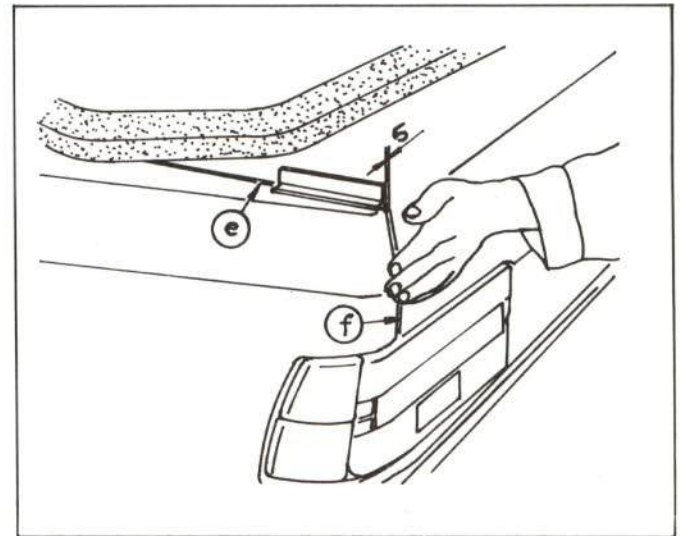

Figura 44.—Reglaje de la puerta maletero.
- Bajar el portón, colocar calas de 5 milímetros de espesor, repartir las holguras según (e) y alinear sus aristas según (f) (véase figura 44).